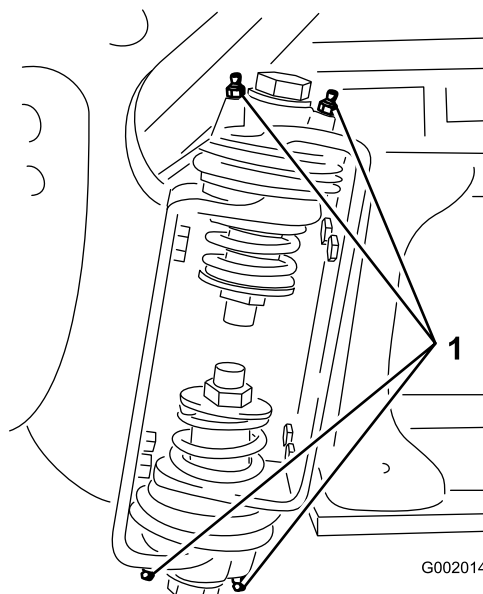

Figura 38
2. Pompai lubrifianț în rulment sau bucă la nivelul fiecărui fitting (Figura 38).